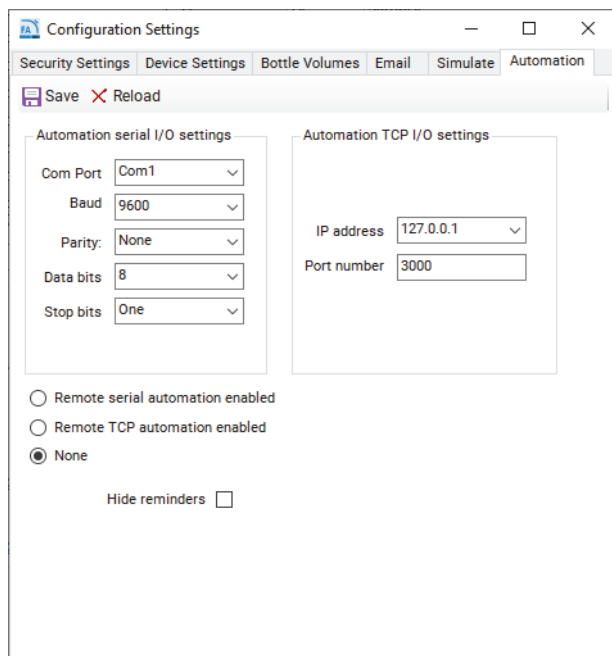

图 118 5400 片段分析仪自动化配置菜单
将打开**配置设置 (Configuration Settings)** 窗口 (图 118)。
- 4 如需启用串行端口通信, 请选择**已启用远程串行自动化 (Remote serial automation enabled)**, 并确保将参数设置为第 163 页 “**5400 片段分析仪通信规格**” 一节指定的参数, 如图 118 所示